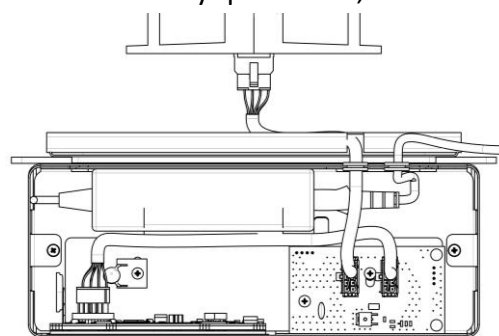

Рис. 20
2. Подключите провод от вентиляционного блока к плате управления, см. Рис. 20.